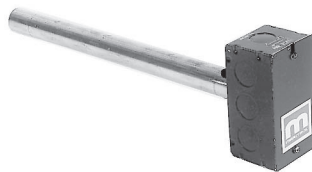

Figure 10. Ensemble capteur et tube de mélange
- a. Pour les unités avec ensemble capteur et tube de mélange (voir Figure 10), enlever le panneau d'accès aux conduits, glissez le tube de mélange dans le conduit et fixez le capteur.